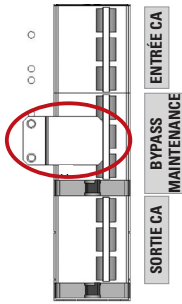
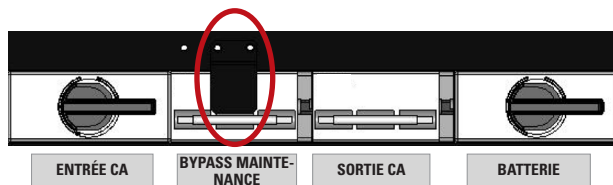

Fig. 58. Blocage mécanique de l'interrupteur de bypass de maintenance de l'onduleur, équipements de 30 kVA et 40 kVA.
Fig. 59. Blocage mécanique de l'interrupteur de bypass de maintenance de l'onduleur, équipements de 50 kVA, 60 kVA et 80 kVA.
5. Retirer le blocage mécanique de l'interrupteur de bypass manuel de l'onduleur : desserrer les vis et retirer le cache métallique (voir Fig. 58 et Fig. 59).
10. Remettre le blocage mécanique de l'interrupteur de bypass manuel de l'onduleur : visser le cache métallique avec les vis fournies (voir Fig. 58 et Fig. 59).